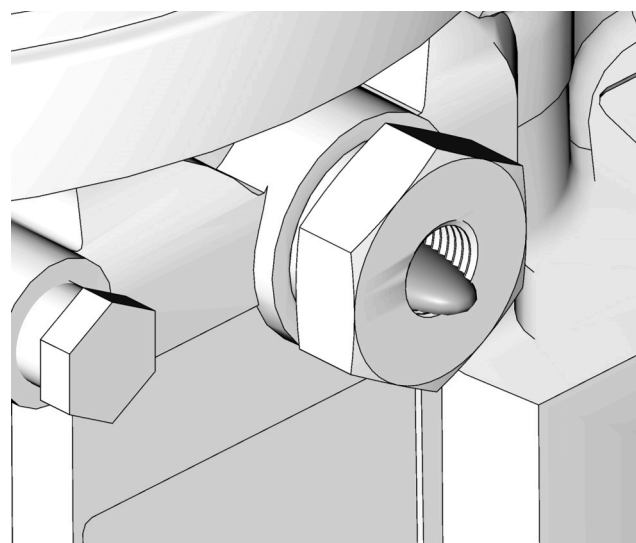

FIG. 16
- Faites fonctionner la pompe uniquement jusqu'à ce que le lubrifiant sortant du raccord d'élément ne contienne plus d'air (FIG. 16).